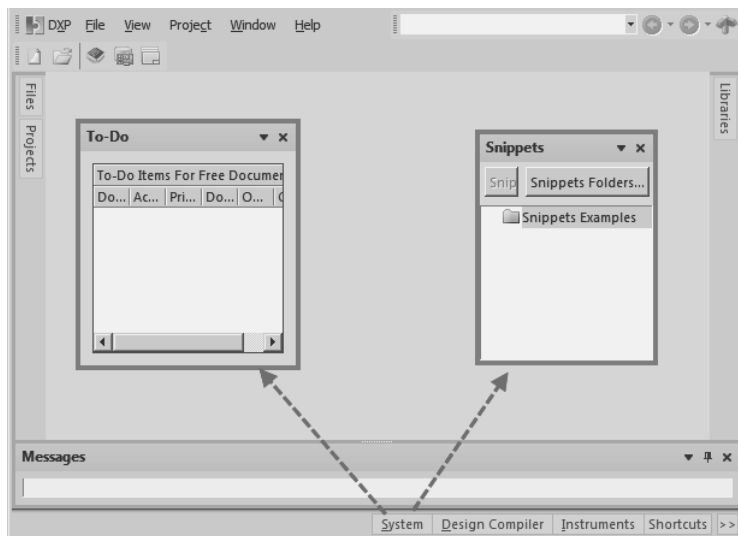

Рис. 1.10. Результат перемещения рабочих панелей
6. Аналогичным образом разместите вблизи центра рабочего поля вторую рабочую панель, например панель ежедневника (**To-Do**). При размещении панелей руководствуйтесь рис. 1.10. Названия панелей пока роли не играют. Операции со всеми панелями производятся абсолютно одинаково.